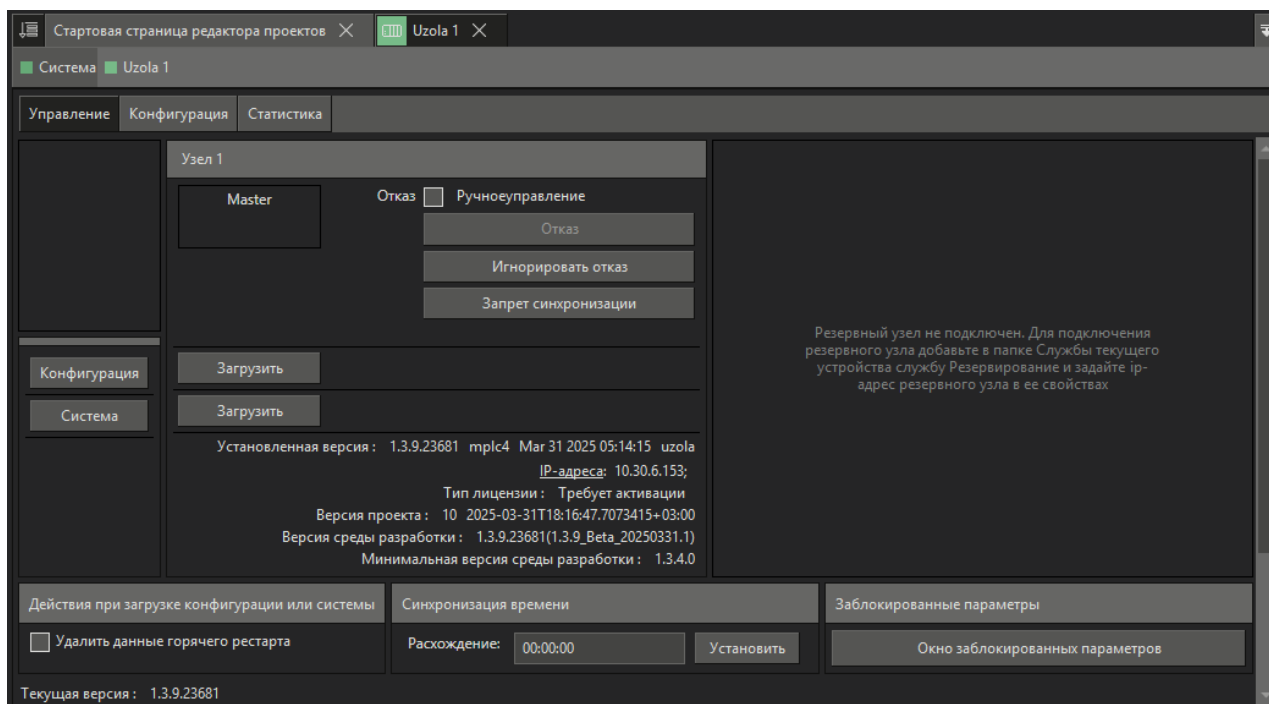

Рисунок 22
3.1.9 После подключения среды разработки к работающей среде исполнения во вкладке «Управление» «Панели Узла» появится возможность получать информацию: о состоянии контроллера, о загруженном в него программном обеспечении, об используемой версии среды исполнения (см. рисунок 22). Для открытия «Панели Узла» нужно дважды кликнуть по узлу в дереве системы.